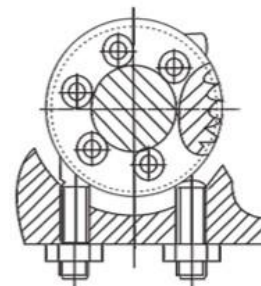

Рис.5
7.2. Настройка механических упоров (рис. 5)